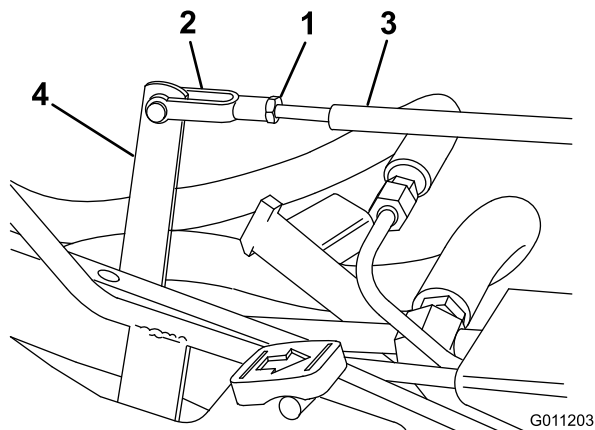

図 42
3. 調整レバーを手で動かして、芝刈りペダルと上昇ペダルを同じ高さにそろえる。また、ヨークの穴と調整レバーの穴が整列するようにヨークを調整する (図 42)。